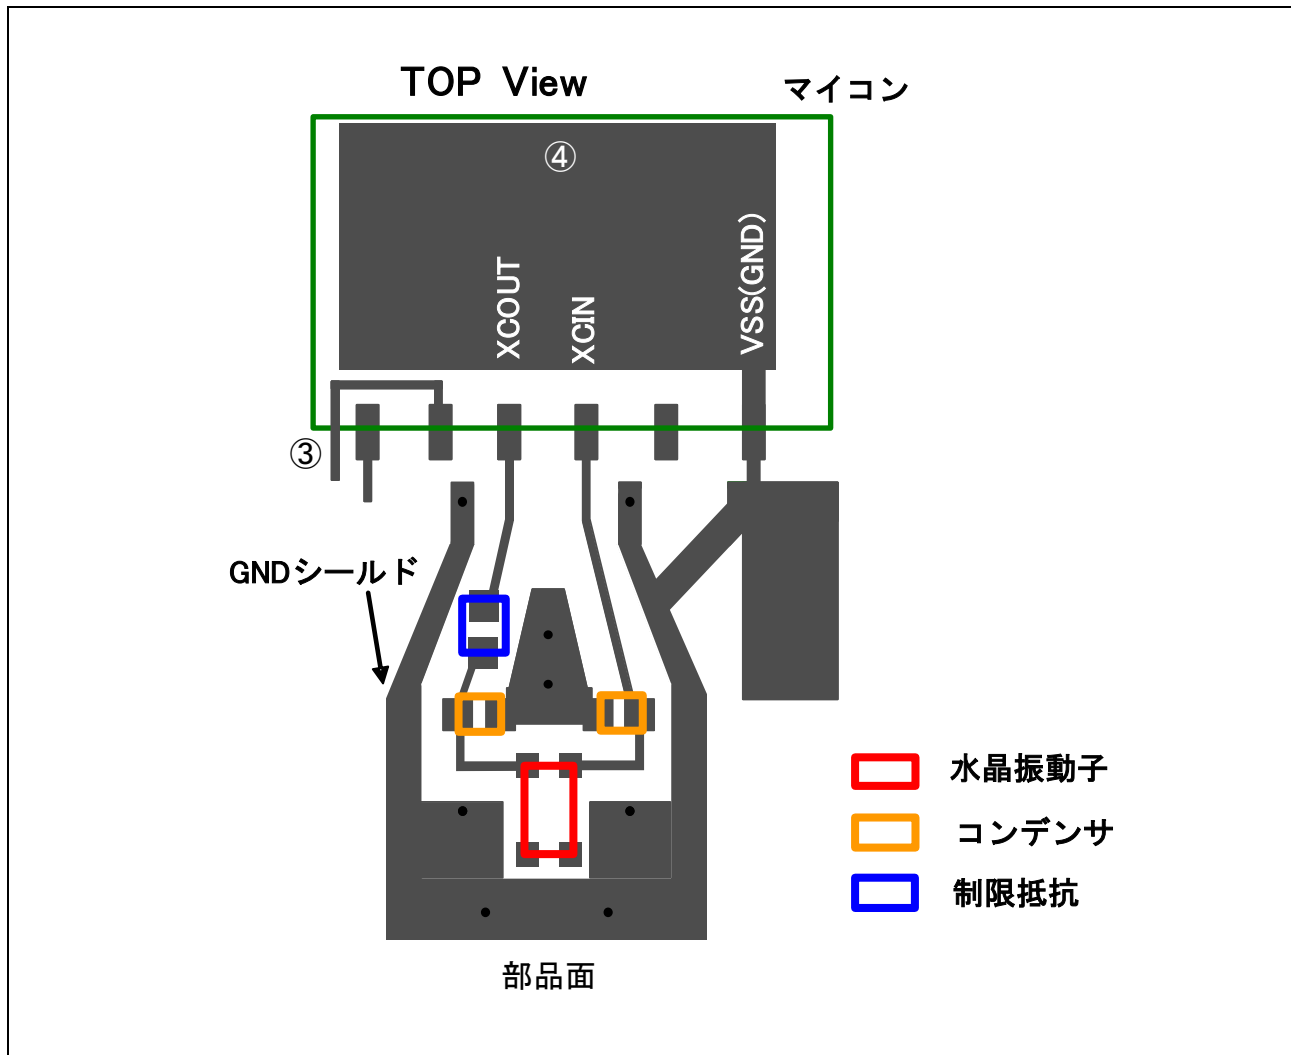

図 3.11 その他の要点に関するパターン例
①～④にその他の要点を示します。また、図 3.11 にパターン例を示します。
- ① XCIN、XCOUT の配線に、大きな電流変化がある線を接近させないでください。
- ② XCIN、XCOUT の配線は、隣接する端子の配線などの他の信号線と併走させないでください。
- ③ XCIN、XCOUT に隣接する端子の配線はそのままマイコンの外側に引き出すのではなく、一度マイコン下部を経由して XCIN、XCOUT 端子と離れた所から引き出してください(XCIN、XCOUT の配線と併走させないため)。
- ④ マイコンの下部は、可能な範囲で GND パターンを配置してください。